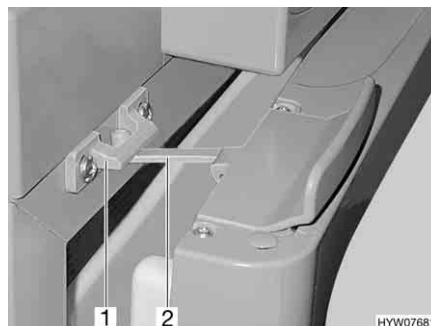

Fig. 79 Porta del frigorifero in posizione di ricircolo d'aria (Thetford)
■ Aprire il bloccaggio (Fig. 79,2) e innestarlo nella sede di bloccaggio (Fig. 79,1). In questo modo la porta del frigorifero rimane ferma in posizione socchiusa.